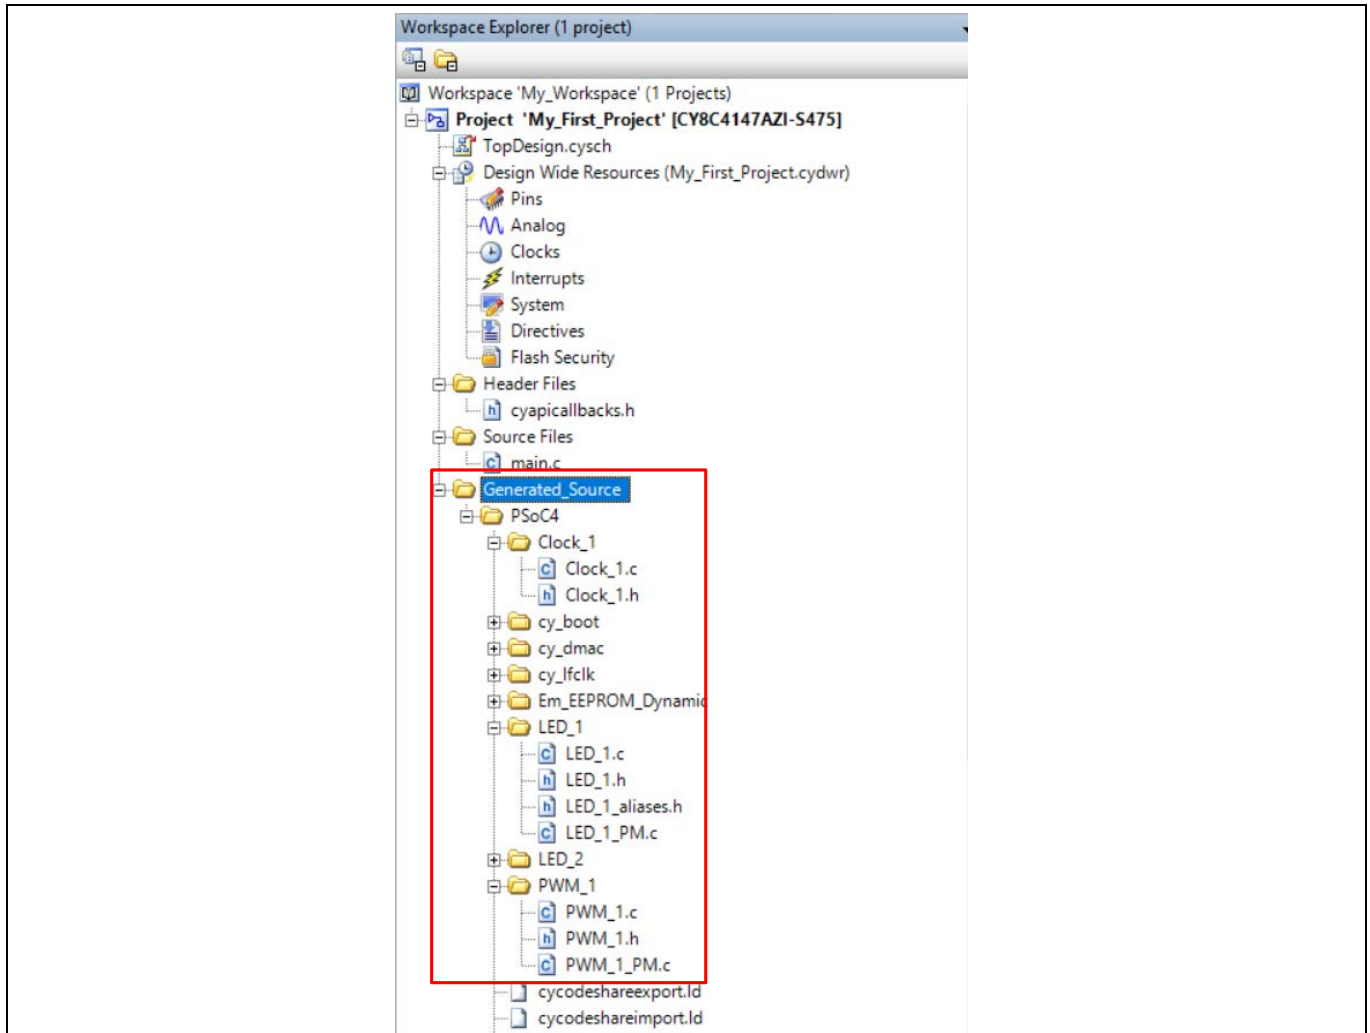

Figure 46 生成されたソースファイル
13. ビルドメニューから **Build My_First_Project** を選択してください。Figure 46 に示すように、**Workspace Explorer** ウィンドウでは、PSoC™ Creator が PWM, クロック, およびデジタル出力ピンコンポーネントに対しソースコードファイルを自動的に生成することに注意してください。